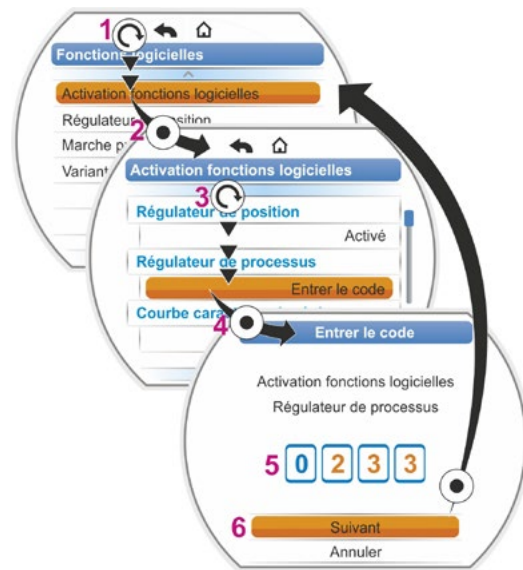

Fig. 2 : activation d'une fonction logicielle
2. Sélectionner « Activation fonctions logicielles » (Fig. 2, Pos. 1) et confirmer (Fig. 2, Pos. 2).